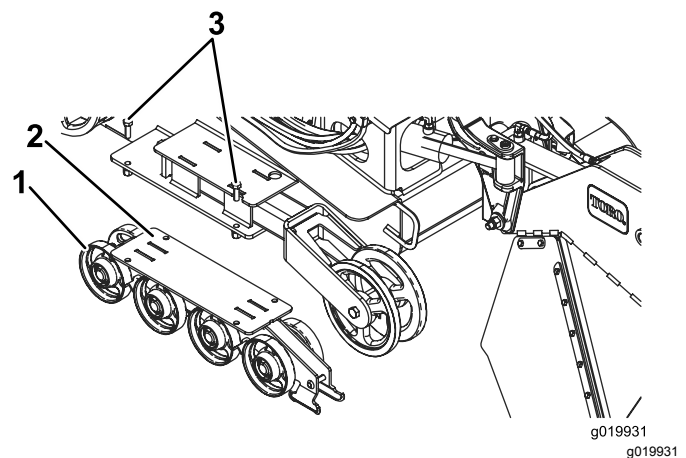

Figura 50
4. Retire os 4 parafusos que fixam cada guia da lagarta inferior que contém as rodas de estrada e retire-as (**Figura 50**).